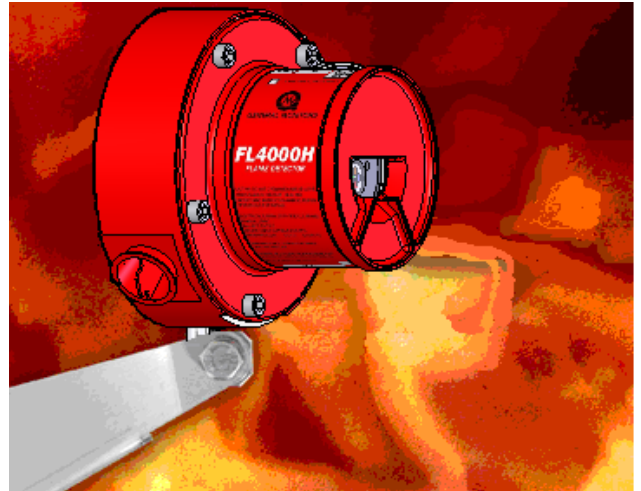

Figura 6: Vista frontal del FL4000H
El FL4000H de General Monitors es un detector de llamas por infrarrojos multiespectro (MSIR) (Figura 6). El FL4000H utiliza detectores de infrarrojos (IR) novedosos y un sofisticado procesamiento de señales basado en una *red neuronal artificial* (RNA) para generar un sistema altamente inmune ante falsas alarmas originadas por la iluminación, la reflexión de la luz solar, la soldadura por arco, objetos calientes y otras fuentes de radiación. Además, el FL4000H puede ver a través de los incendios con gran cantidad de humo, como los provocados por gasóleo, goma, etc.